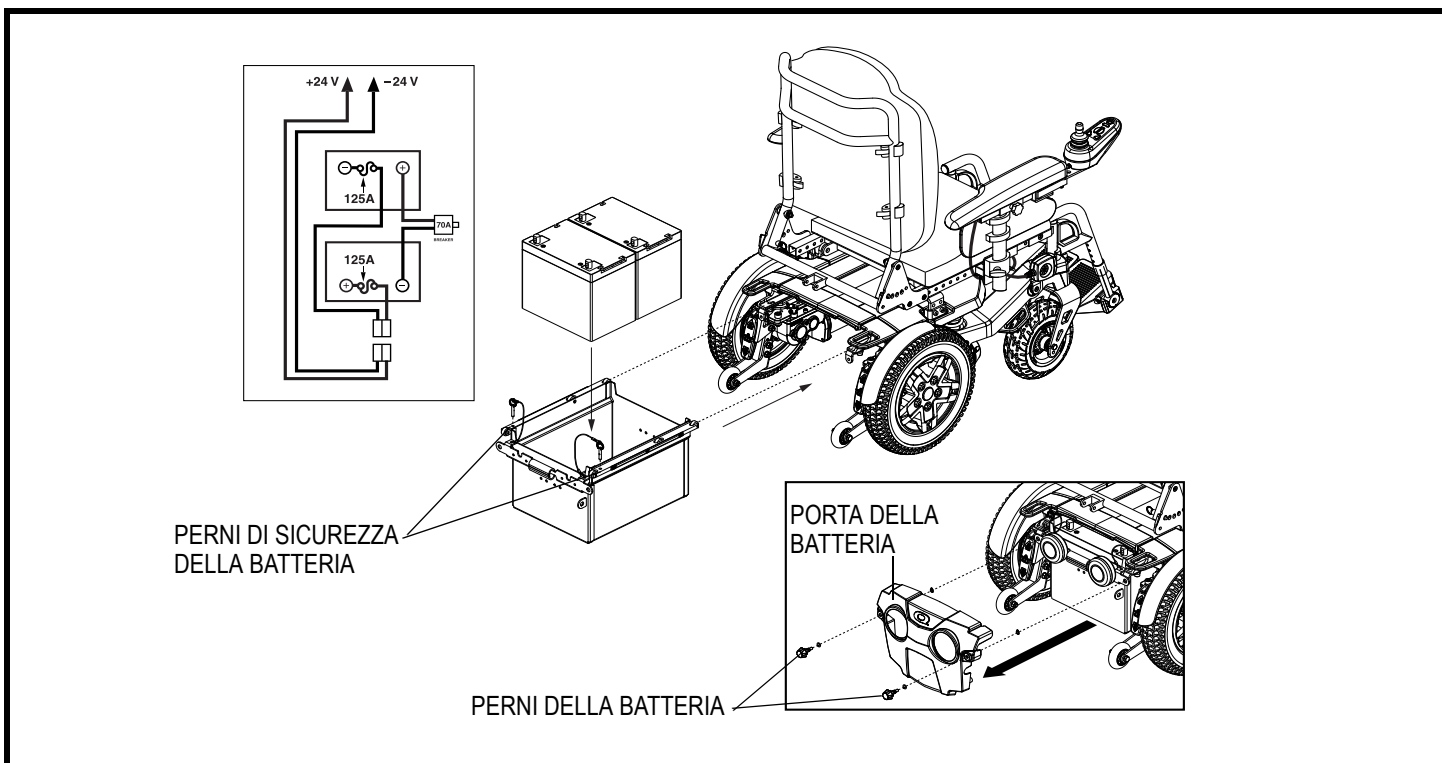

Figura 26. Sostituzione delle batterie
Un diagramma del cablaggio delle batterie è stampato su un'etichetta ubicata sul vassoio della batteria. **Vedere figura 26.** Vedere la tabella delle specifiche tecniche per conoscere le specifiche corrette della batteria.
3. Allentare i dadi e rimuovere il pacco batterie posteriormente. **Vedere figura 26.**
4. Svitare le viti di sicurezza fissate sulla porta delle batterie. **Vedere figura 26.**
5. Individuare il punto di scollegamento rapido delle batterie e scollegarle. **Vedere figura 26.**
10. Collegare i punti di scollegamento rapido in base all'etichetta del diagramma di cablaggio della batteria ubicata sul telaio. **Vedere figura 26.**